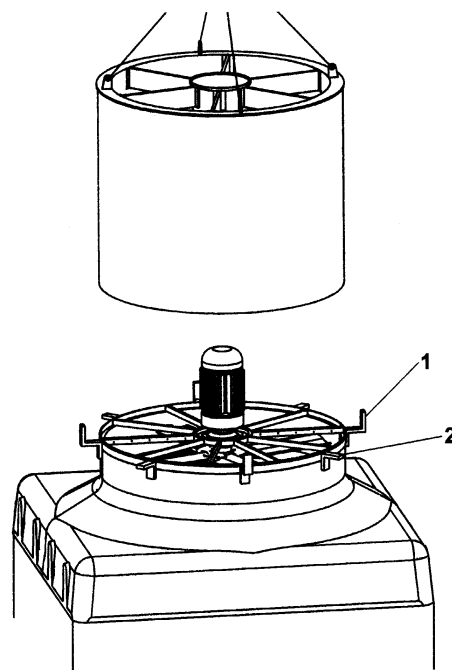

Fig. 10
1. Use the Z-profiles (fig. 10/1), located in one of the spokes of the fan support, as a guide.
2. Locate the silencer on top of the hood, supporting it on the L-shaped profiles (fig. 10/2) arranged on the fan supporting ring.
1. Placer les profils en forme de Z (fig. 10/1), qui se trouvent dans un des rayons du support du ventilateur, pour qu'ils servent comme guide.
2. Placer le silencieux sur le capuchon et l'appuyer sur les profils en L (fig. 10/2) disposés sur l'anneau support du ventilateur.
1. Colocar los perfiles en forma de Z (fig. 10/1), que se encuentran en uno de los radios del soporte del ventilador, para que sirvan de guía.
2. Situar el silenciador encima de la caperuza y apoyarlo sobre los perfiles en L (fig. 10/2) dispuestas en el aro soporte del ventilador.